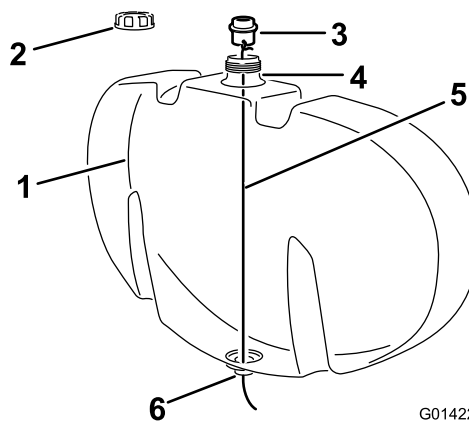

Figura 2
1. Conecte un alambre, más largo que la altura del depósito, a uno de los orificios de la horquilla de retención del pasamuros (Figura 2).
2. Retire el tapón de llenado del depósito de enjuague (Figura 2).
3. Baje el alambre a través del orificio de llenado y páselo por el orificio abierto de la parte inferior del depósito (Figura 2).